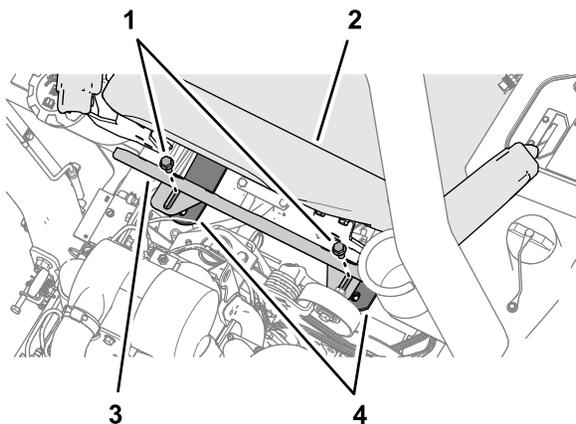

Figura 2
1. Na parte de trás do banco do operador, retire os 2 parafusos de cabeça flangeada que prendem a proteção térmica e o tubo cruzado das correias do banco e retire a proteção térmica (Figura 2).